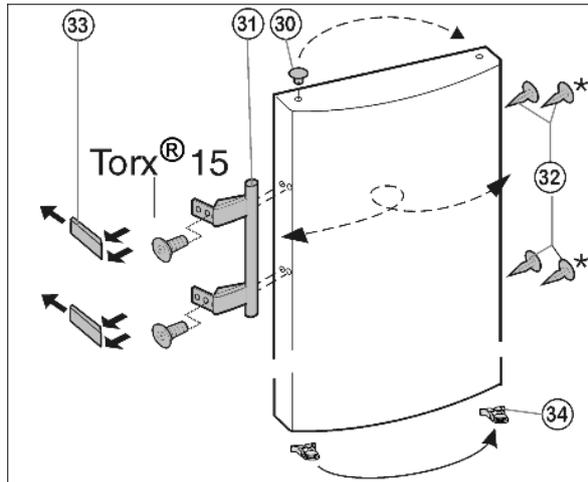

Fig. 7
- ▶ Faire déclipeter le crapaud élastique Fig. 7 (34) hors de la porte et le placer du nouveau côté de la charnière.
- ▶ Enlever le bouchon Fig. 7 (30) du coussinet de la porte et le mettre de l'autre côté.
- ▶ Démontez la poignée de porte Fig. 7 (31), le bouchon Fig. 7 (32) et les plaques d'appui Fig. 7 (33) puis les repositionnez sur le côté opposé